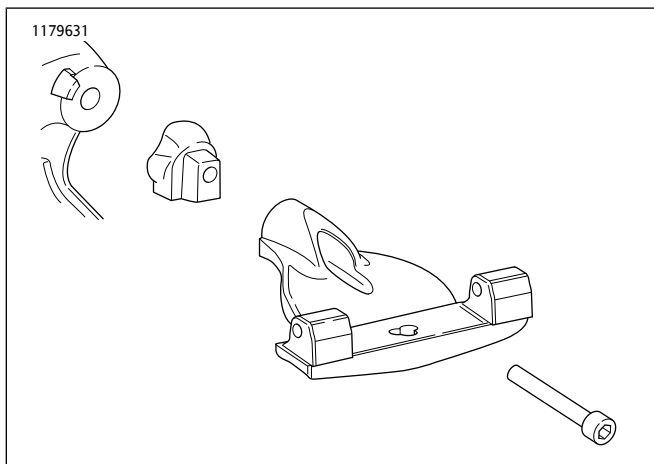
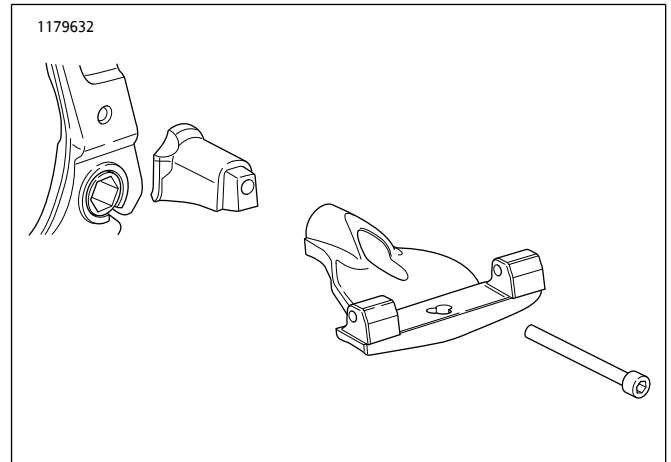

图1。在右侧安装：FXBR/S、FXBB、FLFB/S、FLSL、FXLR
图2。在右侧安装：FLSB、FLHC、FLDE
2. 对于FXBR/S、FXBB、FLFB/S、FLSL和FXLR车型，参见图1。对于FLSB、FLHC和FLDE车型，参见图2。定位脚踏板底架。在凹头盖螺丝上涂抹Loctite 243螺纹锁固剂，然后将其穿过底板组件和正确的适配器插入安装孔。